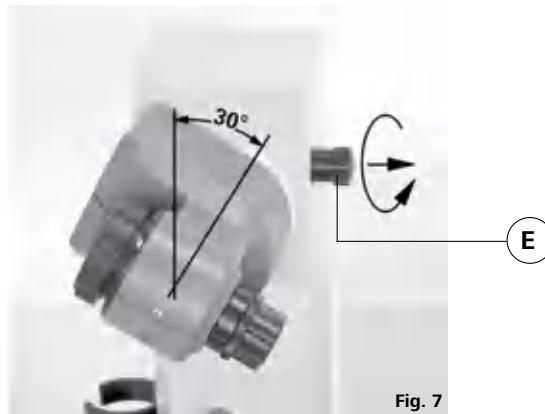

Fig. 7
- ☞ Lösen Sie die Klemmvorrichtung zur Winkeleinstellung des Rotationsantriebes auf der rechten Liftseite durch Drehen der Griffsschraube (E) gegen den Uhrzeigersinn (durch leichtes Drücken und gleichzeitiges Drehen lässt sich die Griffsschraube (E) weiter aus- bzw. einfahren).
- ☞ Stellen Sie den Antrieb auf einen Winkel von ca. 30° (Fig. 7).